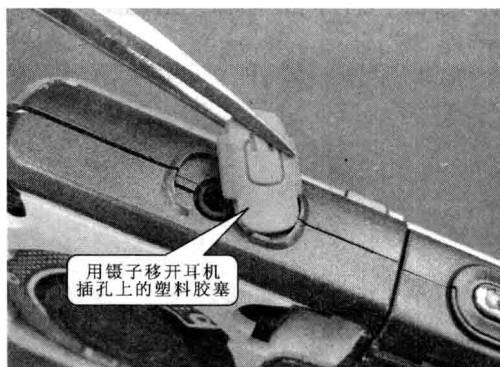

图 1-13 拆卸步骤⑬
步骤⑬ 用镊子移开耳机插孔上的塑料胶塞，如图 1-13 所示。